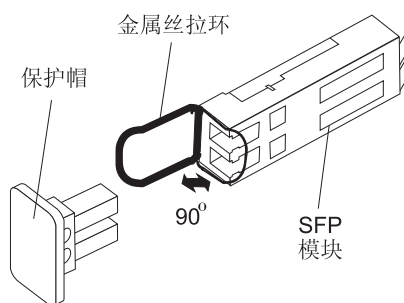

图 28. 将 SFP 模块安装到主机端口中
4. 将 SFP 模块插入主机端口，直至其卡嗒一声就位。请参阅图 28。